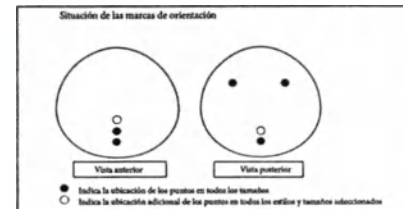

FIGURA 1
- Natrelle®* 150 incluye un mini reservorio remoto para inyección de cierre hermético automático compatible con la resonancia magnética (RM) que contiene una protección de titanio para prevenir perforaciones involuntarias con la aguja a través de la base del sitio de inyección.
- Los implantes mamarios *Natrelle®* rellenos de gel de lumen sencillo con forma anatómica incluyen puntos de orientación para ayudar a la correcta colocación del implante durante la cirugía (véase la Figura 1).